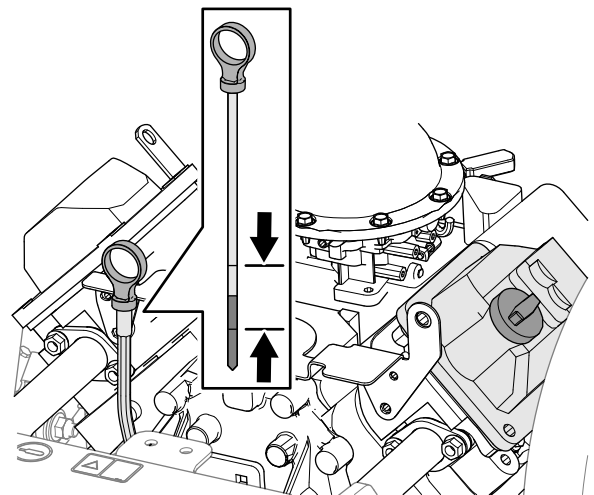

図 75
4. ディップスティック **図 75**を抜きウェスで一度きれいに拭く。
5. ディップスティックを、チューブの根元までもう一度しっかりと差し込む **図 75**。